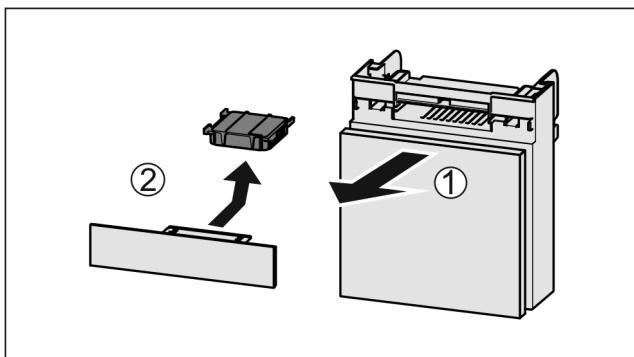

Fig. 127
- Vytiahnite zásuvku smerom dopredu Fig. 127 (1).
- Vyberte aktívny uhlíkový filter Fig. 127 (2).